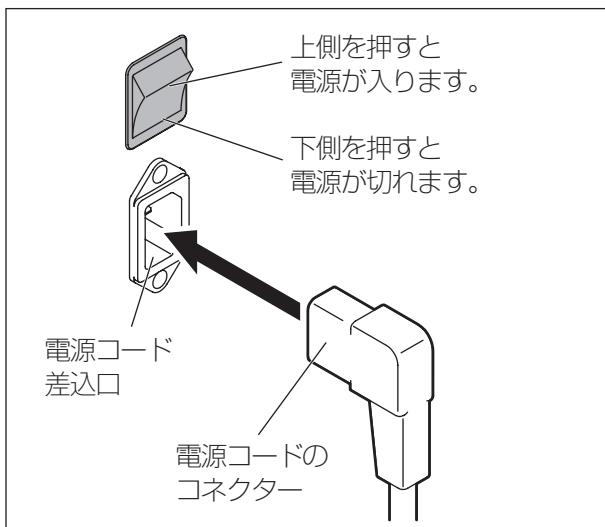

図3 電源スイッチ、差込口 拡大図
…このスイッチの上側を押すと電源が入ります。逆に下側を押すと電源が切れます。図3 参照
…電源コードのコネクターを差し込むところです。 図3 参照
P6 図3 電源スイッチ、差込口 拡大図
- 1.本体背面の電源スイッチの上側を押してください。 P7 図3 参照